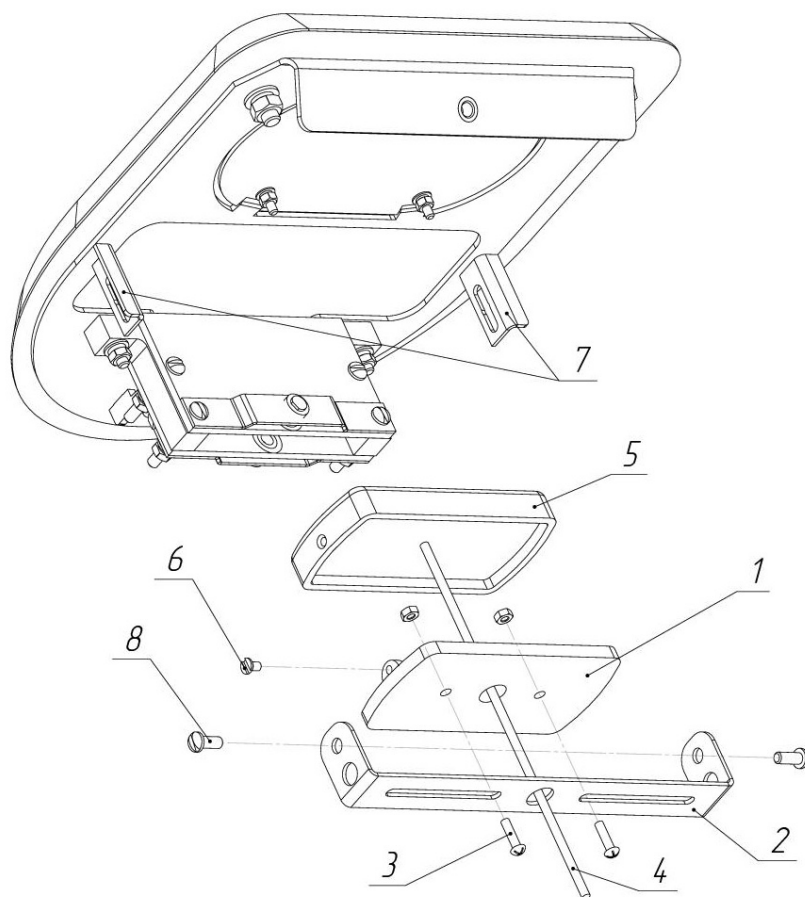

Рис. 17. Схема установки считывателя бесконтактных карт
6.5.3. Выкрутите 2 винта М4 (8, рис. 17) и снимите универсальный кронштейн для считывателей (2, рис. 17).
6.5.4. Разберите считыватель, выкрутив винт М3 (6, рис. 17), и установите его нижнюю часть (1, рис. 17) на кронштейн, используя крепеж(3,рис. 17).
6.5.5. Заведите кабель считывателя (4, рис. 17) в отверстие кронштейна, установите верхнюю часть считывателя (5, рис. 17). Закрутите винт М3 (6, рис. 17).
6.5.6. Зафиксируйте кронштейн на держателях (7, рис. 17), используя винты М4 (8, рис. 17). Рекомендуется устанавливать